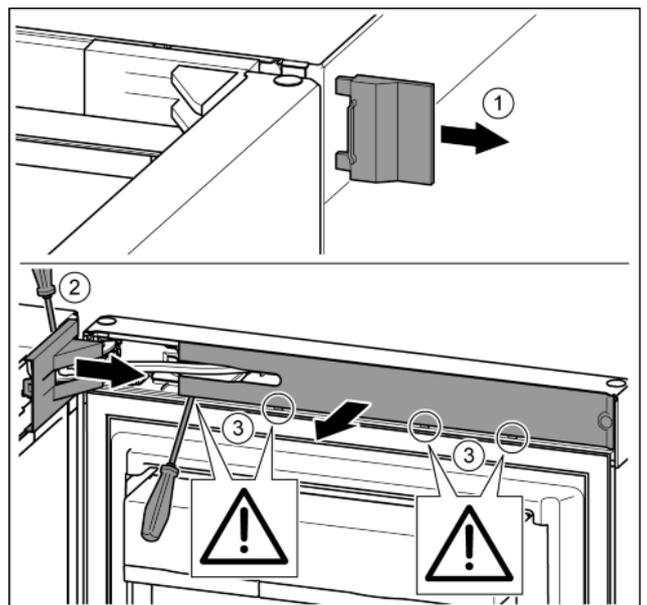

Fig. 11
- ▶ Äußere Abdeckung abnehmen. *Fig. 11 (1)*
- ▶ Lagerbockabdeckung mit Hilfe eines Schraubendrehers ausrasten und lösen. Lagerbockabdeckung abnehmen. *Fig. 11 (2)*
- ▶ Blende mit Schlitzschraubendreher ausrasten und zur Seite schwenken. *Fig. 11 (3)*